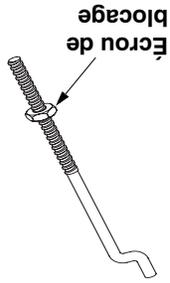

Figure 8
- Filetez la virole, sans tordre le câble, sur le raccord en «Z» jusqu'à ce que le câble soit bien tendu, sans mou. Voir la Figure 8. Ne tendez pas excessivement le câble. Tenez les méplats de la virole avec une pince et serrez l'écrou de blocage contre la virole.